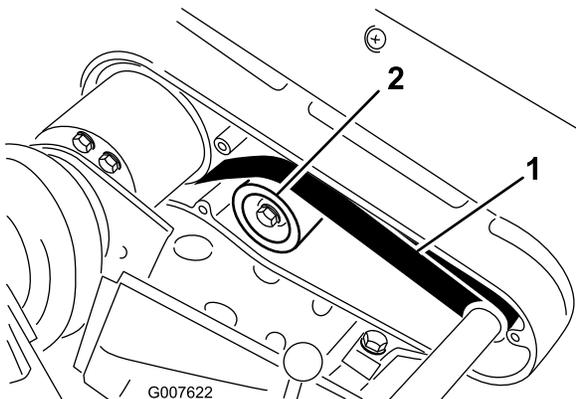

Figura 42
2. Compruebe la tensión presionando la correa en el punto intermedio entre las poleas (Figura 42) con una fuerza de 22–26 N (5 a 6 libras). La correa debe desviarse 6 mm.
- A. Afloje la tuerca de montaje de la polea tensora y pivote la polea tensora en sentido horario contra la parte trasera de la correa, hasta obtener la tensión deseada (Figura 42).